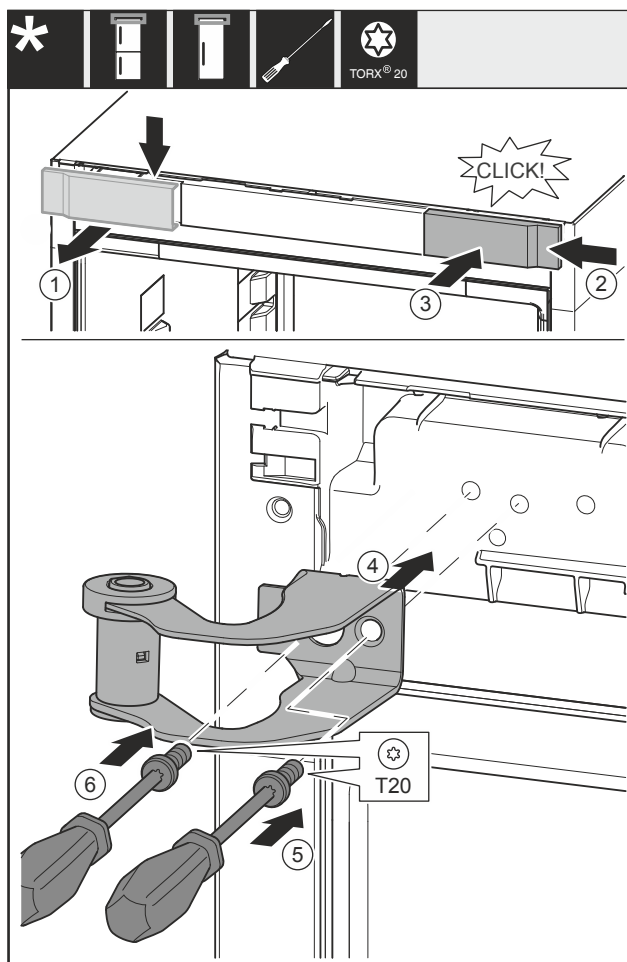

Fig. 36
- Снимите крышку Fig. 36 (1) сверху вперед.
- Навесьте крышку Fig. 36 (2), повернув ее на 180°, справа с другой стороны.
- Зафиксируйте крышку Fig. 36 (3).
- Установите верхний опорный кронштейн Fig. 36 (4).
- Затяните винт Fig. 36 (5).
- Затяните винт Fig. 36 (6).